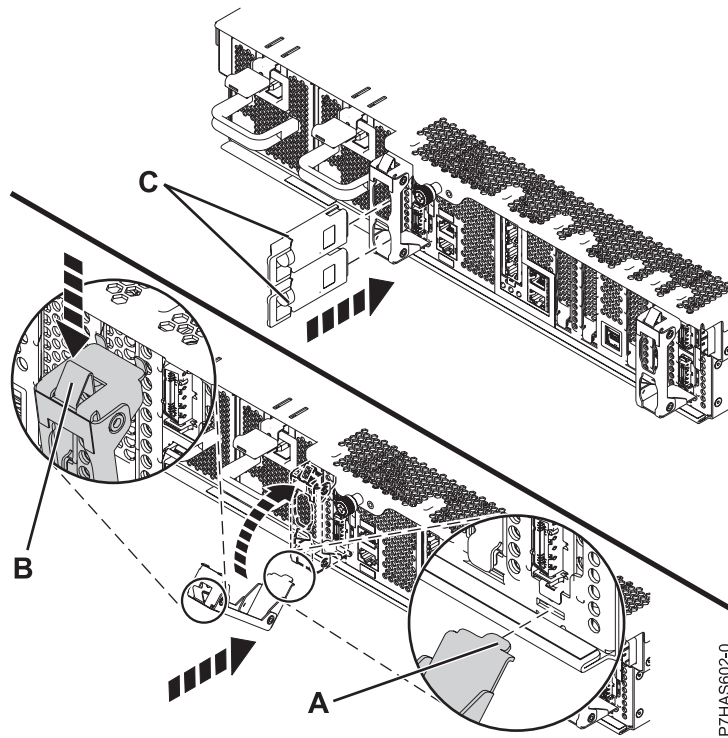

Figura 3. Instalación de la pieza de retención del cable
17. Incline el soporte para cables (A), que se muestra en la Figura 3, para fijar la pestaña de la parte inferior del soporte a la ranura.